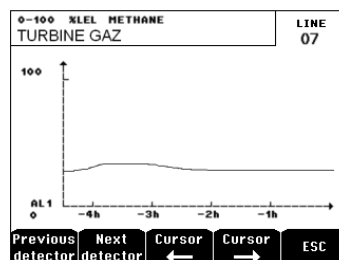

Figura 45: Esempio di schermata di visualizzazione di una curva.
- **Curve (Curva):** visualizzazione delle curve di misurazione delle ultime 4 ore (Figura 45). I tasti → e ← consentono lo spostamento del cursore lungo la scala temporale. La linea verticale punteggiata visualizza la concentrazione e la data e ora del punto considerato. Escape: torna alla visualizzazione dei valori.